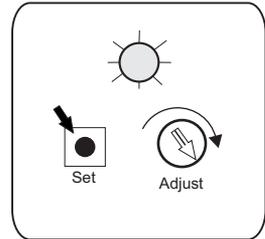

Fig.3
7) - Depois de calibrar o FSW-9000, ajuste o Set point no ponto desejado pelo trimpot. Use o conjunto de 8 LEDs para achar o ponto correto que é ativado pelo LED piscando (Fig.3).